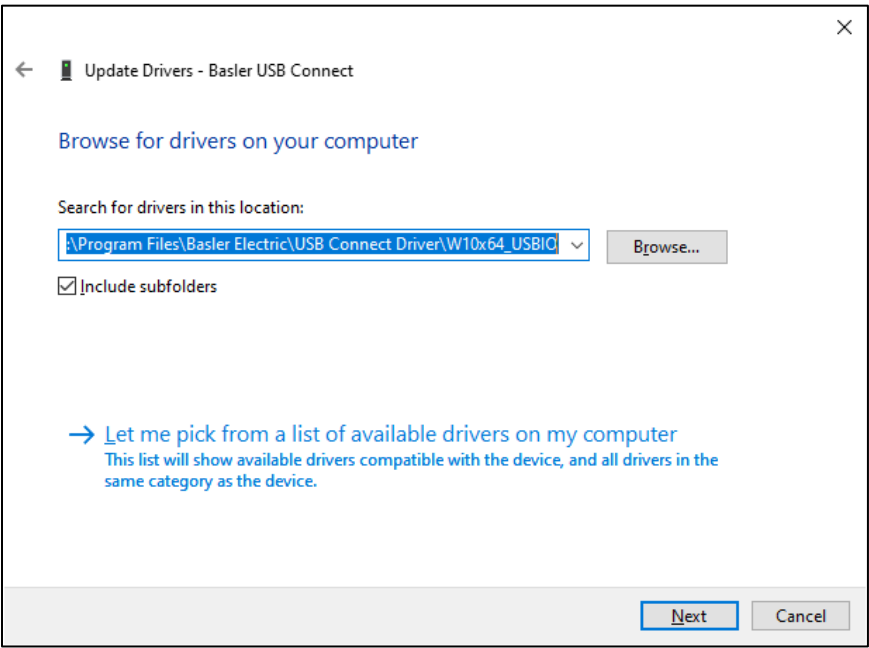

Figura 8-5. Actualización del software de controlador - DGC-2020HD
Paso 5: Haga clic en Buscar y navegue a C:\Program Files\Basler Electric\USB Connect Driver\W10x64_USBIO\. Haga clic en Siguiente. Consulte la Figura 8-5.